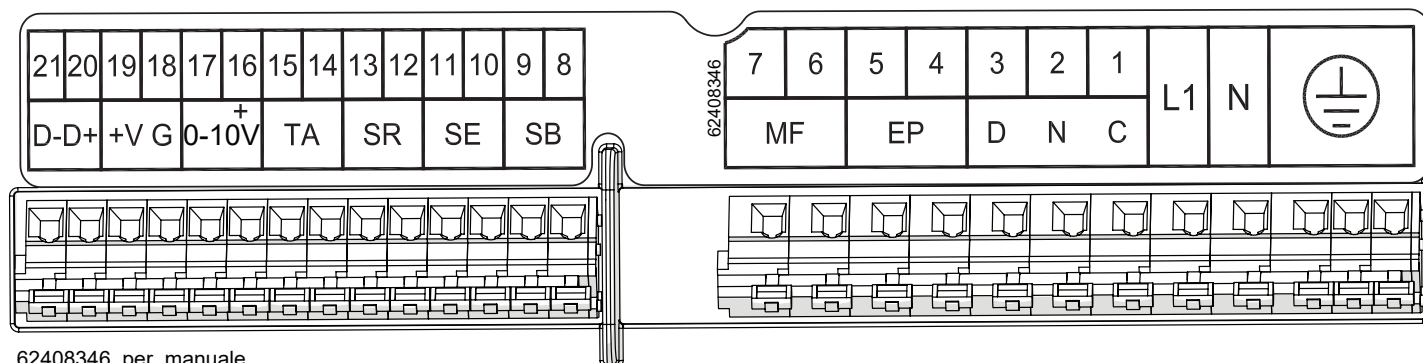

Figura 5-11 - Collegamenti elettrici
Legenda Figura 5-11
Quando non è diversamente specificato fare riferimento a Figura 5-11.
- 3.-collegare i due capi del cavo ai morsetti "16" e "17" (Figura 5-11);